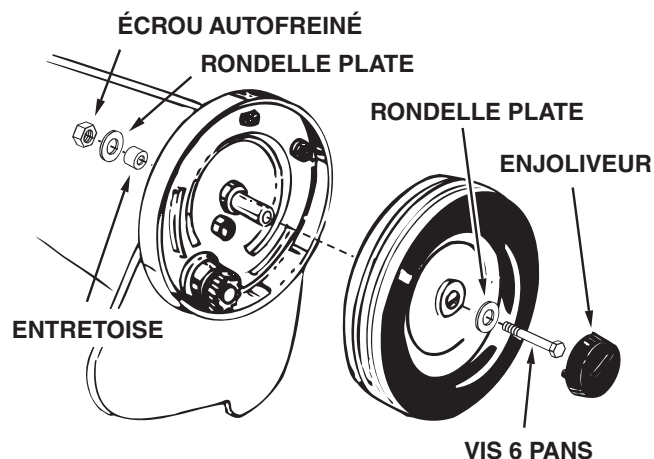

FIGURE 21
3. Tous les deux ans, retirer les roues et nettoyer les engrenages qui se trouvent à l'intérieur du carter des roues. Après avoir nettoyé les roues et les engrenages, les lubrifier en appliquant uniformément une légère couche de graisse. Pour retirer la roue, enlever l'enjoliveur en faisant levier avec un tournevis puis retirer l'écrou autofreiné, la rondelle plate et l'entretoise de l'extrémité de la vis à 6 pans, à l'intérieur de la balayeuse. Voir la figure 21.